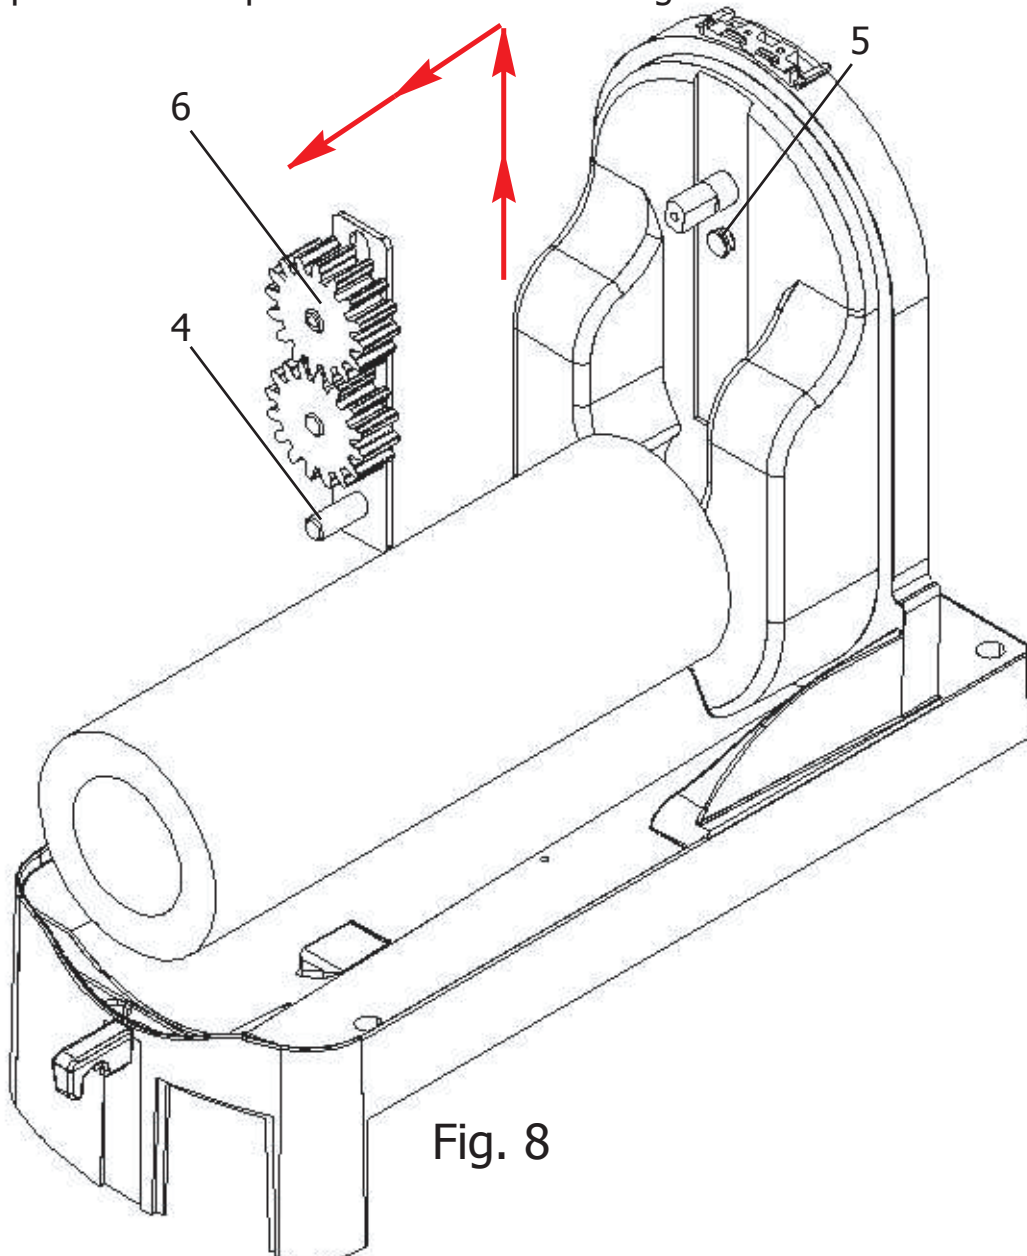

Fig. 8
La quarta fase (Fig.8) prevede lo smontaggio della slitta in acciaio (4) su cui sono montati gli ingranaggi. Per rendere più semplice l'operazione consigliamo di rimuovere anche l'ingranaggio (6), come precedentemente illustrato, in modo tale da rendere visibile il punto in cui la slitta (4), spostandola come raffigurato, si disimpegna dal fermo (5). Se pensate che possano essere complesse le operazioni descritte, vi assicuriamo che tutte le varie fasi sono semplici ed intuitive e non richiedono utensili, né conoscenze tecniche.
The fourth phase (Fig.8) is the disassembly of the metal gear slide (4) on which the gears are set. To facilitate the operation we suggest you remove the gear n°6 (as shown in the previous illustration) so as to visualise the point in which the slide (4) disengages from the pin (5) with the movement shown in the illustration. If you consider these operations complex, we can assure you that all the phases described are easy and intuitive and that they do not require tools or specific technical knowledge.